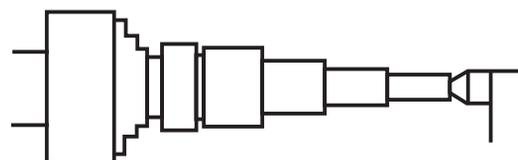

Fig. 3
- b) Monte la pieza entre plato y punta sujetando con el plato universal y la contrapunta. (Fig. 3)